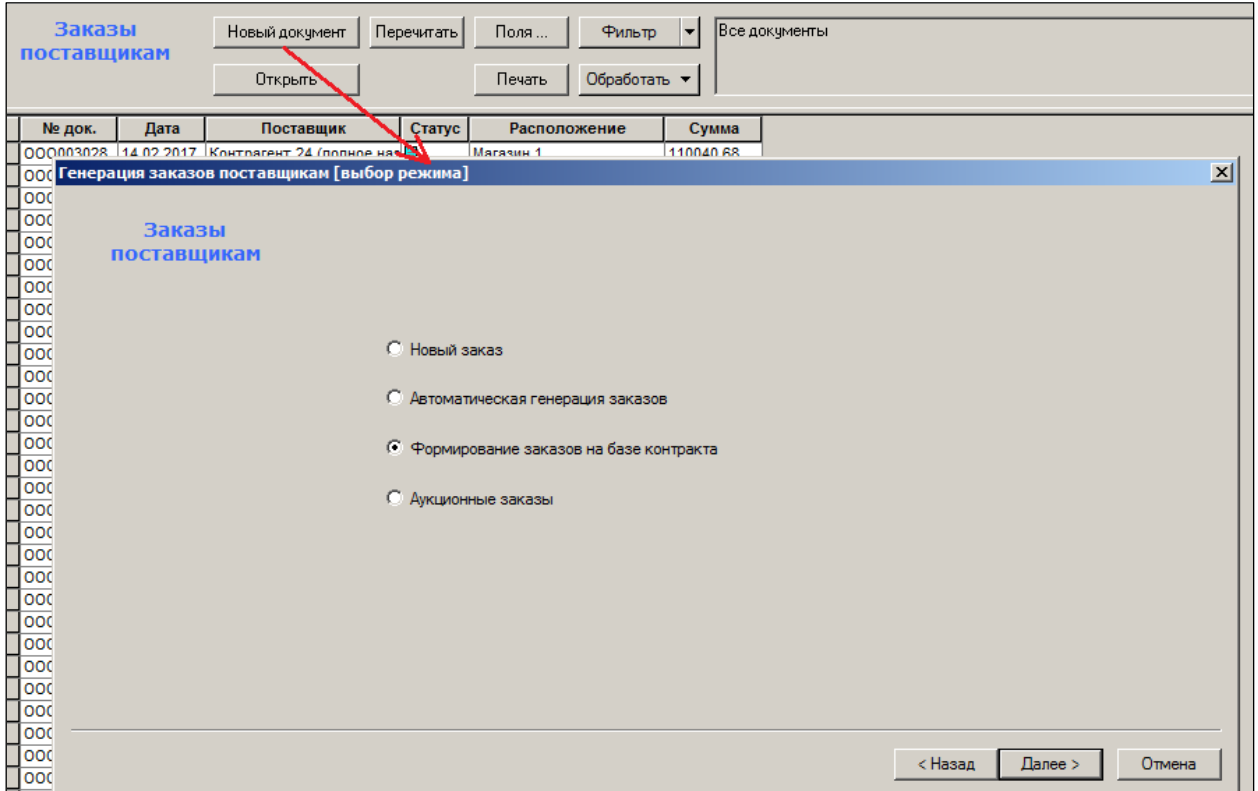

Рисунок 31 – Формирование заказа на базе контракта (1)
1. Запуск процесса формирования заказа происходит при нажатии кнопки **Новый документ** и выбором опции **Формирование заказа на базе контракта** (Рисунок 31):